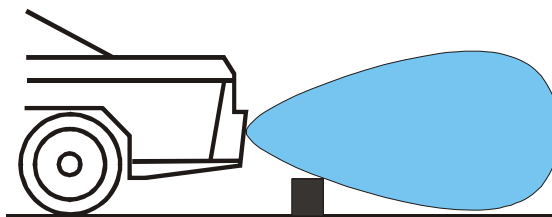

Рис. 10
7.2 Минимальное расстояние обнаружения бордюра (и других низко расположенных объектов), т.н. ширина «вертикальной мертвой зоны», зависит от высоты и угла установки датчиков (см. рис. 10). Например, при высоте установки датчиков 60 см, минимальное расстояние обнаружения бордюра высотой 20 см будет около 70см, а при высоте датчиков 40 см и угле наклона 7° , минимальное расстояние обнаружения такого бордюра бу-